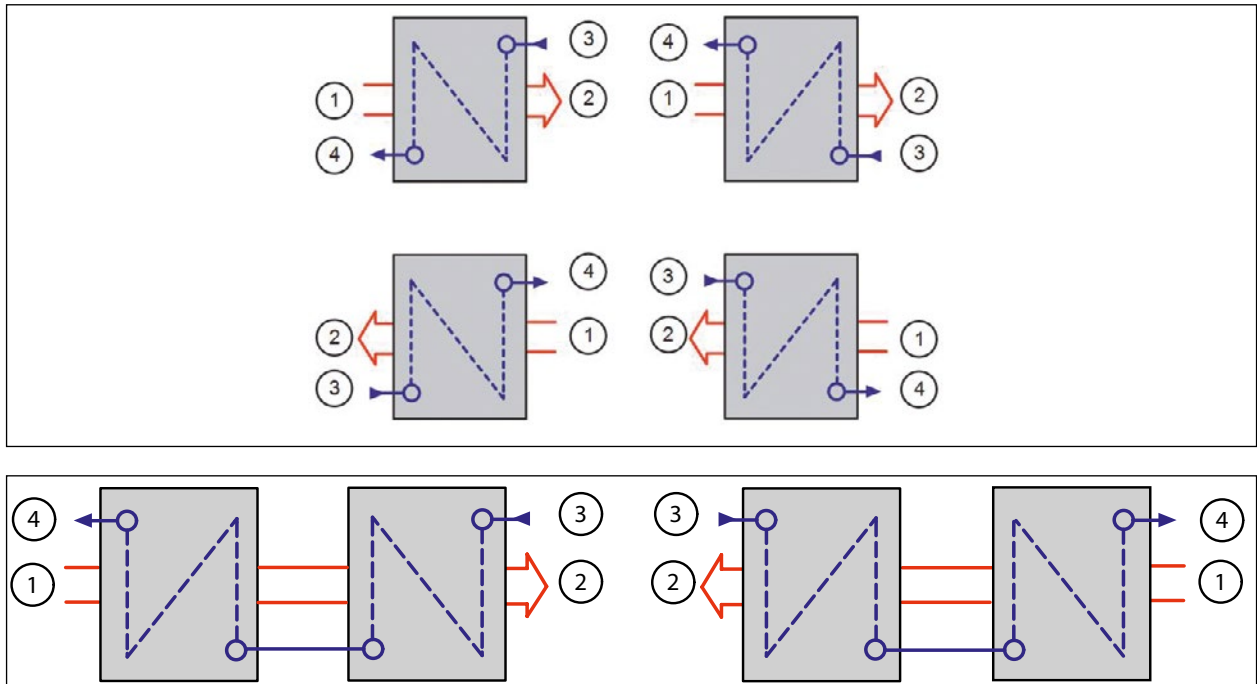

Abb. 15 Gegenstromprinzip bei KVS-Anlagen
- Beachten Sie das Gegenstromprinzip siehe „Abb. 15 Gegenstromprinzip bei KVS-Anlagen“ auf Seite 30.